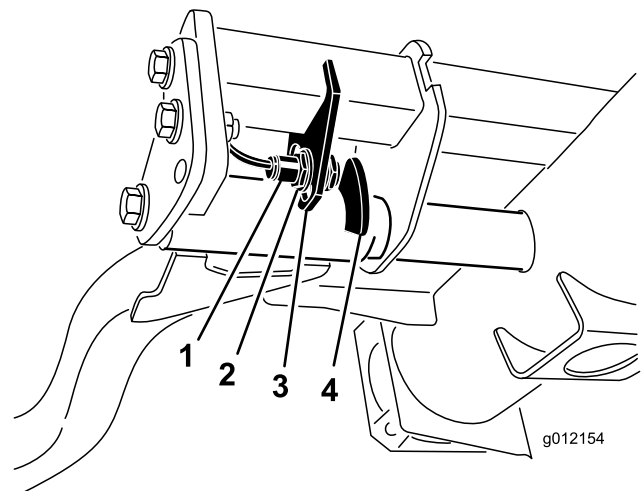

Figure 54
2. Le contacteur des bras de relevage se trouve sous le réservoir hydraulique, derrière le bras de relevage avant droit (Figure 54).
3. Desserrez les vis de fixation du commutateur (Figure 54) et abaissez le commutateur pour augmenter la hauteur du changement de direction des bras de relevage ou élevez-le pour réduire la hauteur du changement de direction. Serrez les vis de fixation.